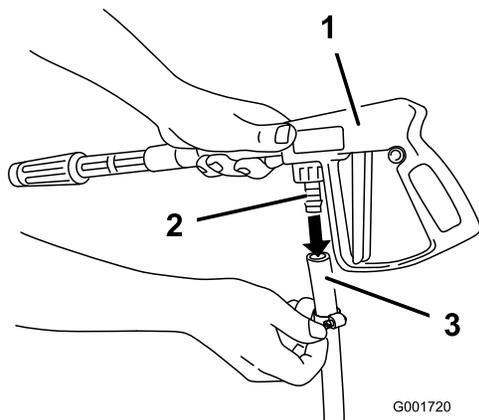

Bild 19
2. Schließen Sie das freie Ende des langen Schlauches an die Armatur an der Spritzpistole an (Bild 19).